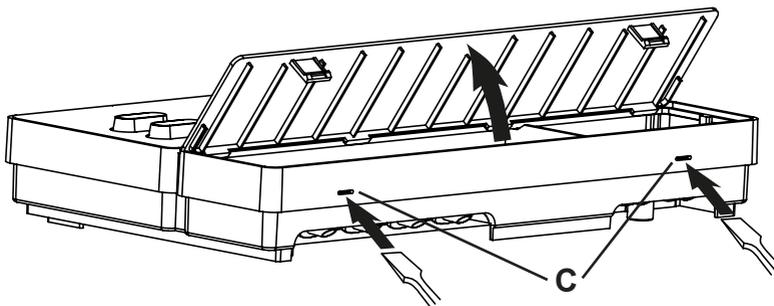

Fig. 3 Remoção da tampa da caixa
2. Pressione ligeiramente os fechos por pressão **C** com uma chave de fendas e retire a tampa da caixa (ver **Fig. 3**).